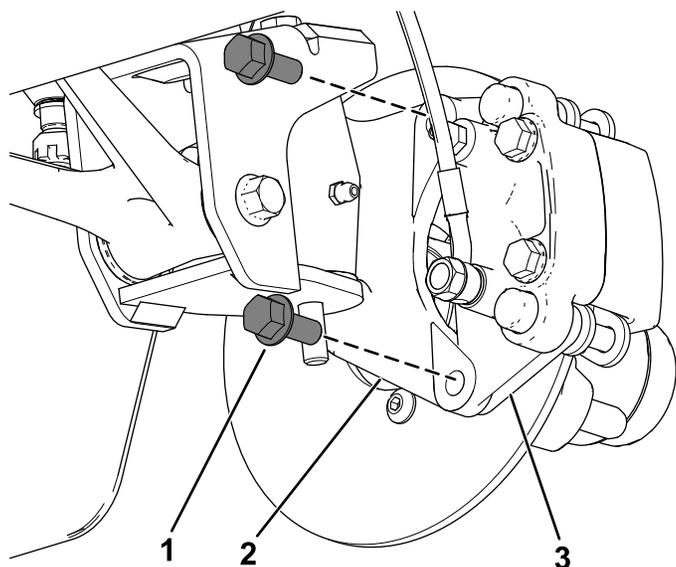
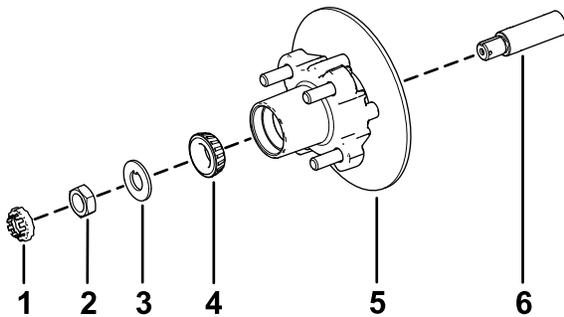

Figure 35
Figure 39
3. Retirez les boulons à embase ($\frac{3}{8} \times \frac{3}{4}$ po) qui fixent le support du frein à la fusée et séparez le frein de la fusée (Figure 35).
- Appliquez une fine couche de la graisse spécifiée sur la fusée (Figure 39).
- Montez le moyeu et le disque sur la fusée, en plaçant le disque à l'intérieur (Figure 39).
- Montez le roulement extérieur sur la fusée et poussez-le contre la bague extérieure (Figure 39).
- Placez la rondelle à languette sur la fusée (Figure 39).
- Vissez l'écrou de fusée sur la fusée et serrez-le à 15 N·m (11 pi-lb) tout en tournant le moyeu pour asseoir le roulement (Figure 39).
- Placez les plaquettes de frein de chaque côté du disque (Figure 35), puis alignez les trous du support d'étrier et les trous du support de frein sur le porte-fusée (Figure 39).
- Fixez le support d'étrier au porte-fusée (Figure 35) à l'aide des 2 boulons à embase ($\frac{3}{8} \times \frac{3}{4}$ po). Serrez les 2 boulons à embase à un couple de 47 à 54 N·m (35 à 40 pi-lb).